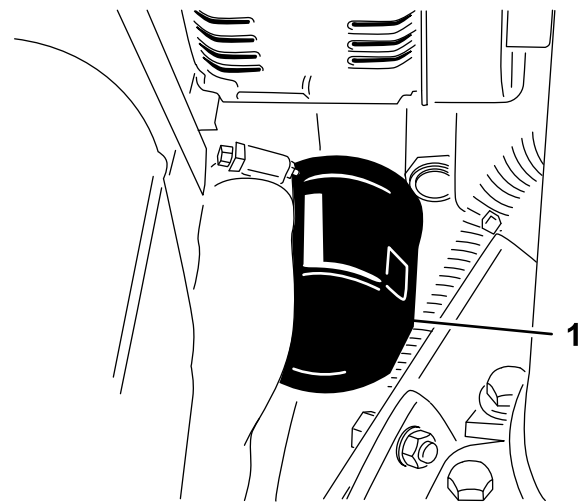

図 46
- オイルフィルタ (図 46) を外す。新しいフィルタのシールに薄くエンジンオイルを塗って取り付ける。締めすぎないように注意すること。